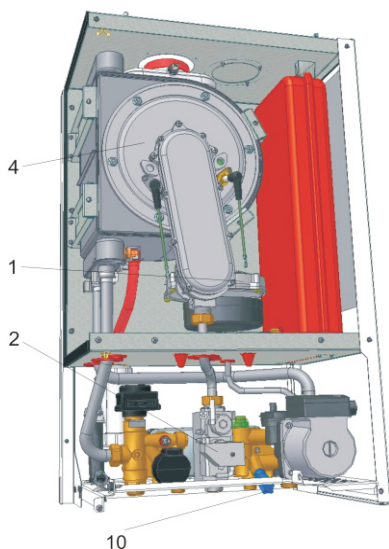

Рис.1
2.2.1 СИСТЕМА ГОРЕНИЯ (СМ. РИС.1)
2. Вентилятор (рис.1 позиция 1). Котёл оснащён воздушным вентилятором (принудительная вытяжка). Контроль скорости вращения вентилятора осуществляется методом модуляции.
3. Вентиль газа(рис.1 позиция 2). Вентиль газа спроектирован, таким образом, чтобы обеспечить необходимый расход газа для каждого режима работы от режима минимальной мощности до режима максимальной мощности.
6. Камера сгорания (рис.1 позиция 4). Цилиндрическая, закрытая камера сгорания расположена внутри первичного теплообменника трубчатой формы. Для минимизации теплопотери, фронтальная и задняя стенка камеры сгорания теплоизолированы керамической фиброй. На фронтальной стенке расположена горелка.
8. Сифон для конденсата(рис.1 позиция 5). Роль сифона заключается в образовании „пробки“ из жидкости для препятствия эвакуации сгоревших газов через систему эвакуации конденсата.